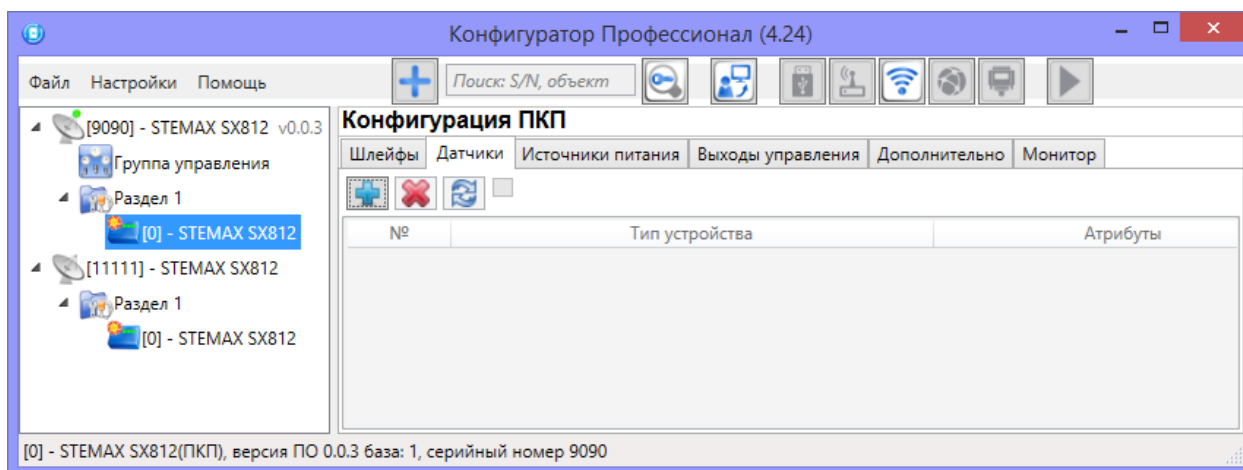

Рисунок 4.34 — Вкладка *Датчики*
4. В верхней части вкладки *Датчики* (см. рисунок 4.34) нажмите кнопку  и дождитесь, пока программа *Конфигуратор Профессионал* запишет модуль расширения в конфигурацию контроллера.
1. На вкладке *Датчики* нажмите кнопку  (см. рисунок 4.34).